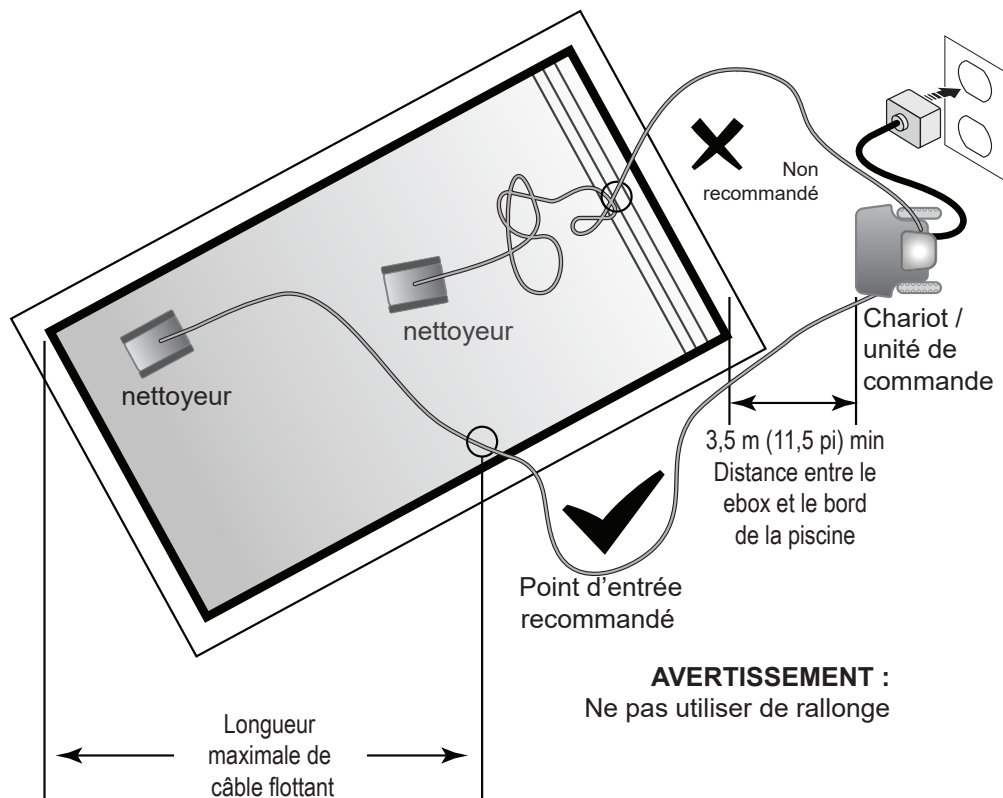

Figure 7. Point d'entrée dans la piscine pour une configuration optimale
4. Placer seulement assez de câble flottant dans l'eau pour atteindre l'extrémité la plus éloignée de votre piscine depuis le point central. Étaler le câble flottant en veillant à ce qu'il ne soit ni plié ni bobiné (Figure 7).